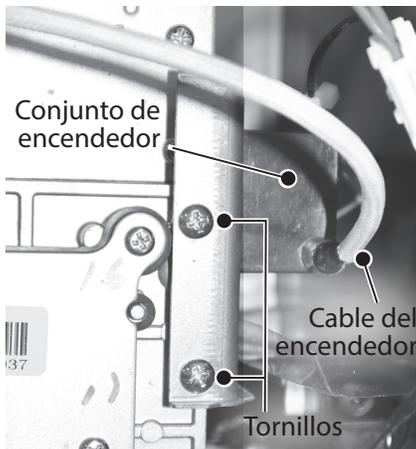

Figura 111 - Ubicación del conjunto de encendedor
- Ubique el conjunto de encendedor en el lado derecho del calentador de agua. Consulte la Figura 111.
- Desconecte el cable del encendedor del conjunto de encendedor. Consulte la Figura 111.
- Retire los dos tornillos que fijan el conjunto de encendedor y el soporte al múltiple de gas. Deje los tornillos a un lado en un lugar seguro para volver a instalarlos. Consulte la Figura 111.